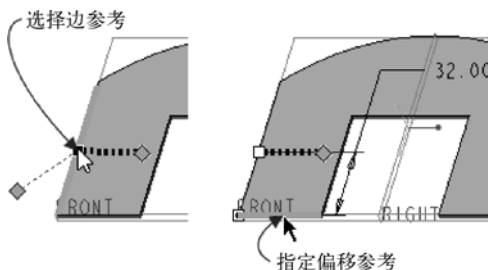
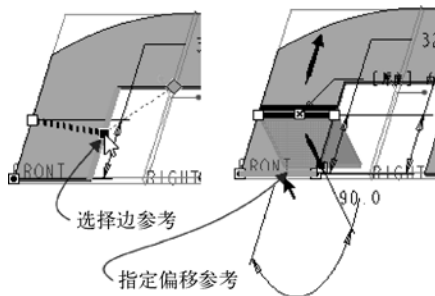

图 1-185 定义折弯线的首个端点
图 1-186 定义折弯线的第二个端点
(5) 在“折弯”选项卡中打开“折弯线”面板, 为折弯线的首个端点选择一个边或一个顶点参考, 如果选择的是边, 则选择偏移参考并输入偏移距离值, 接着进行类似操作以放置折弯线的第二个端点。在本例中, 在“折弯线”面板中单击激活“折弯线端点 1”选项组中的“参考”收集器, 选择图 1-185 左边所示的一条边, 接着单击激活“偏移参考”收集器, 选择图 1-185 右边所示的一条边作为偏移参考, 并设置偏移距离为“32”。再在“折弯线”面板中单击激活“折弯线端点 2”选项组中的“参考”收集器, 选择图 1-186 左边所示的一条边, 单击激活“偏移参考”收集器, 然后选择图 1-186 右边所示的一条边作为偏移参考, 并设置其相应的偏移距离为“32”。